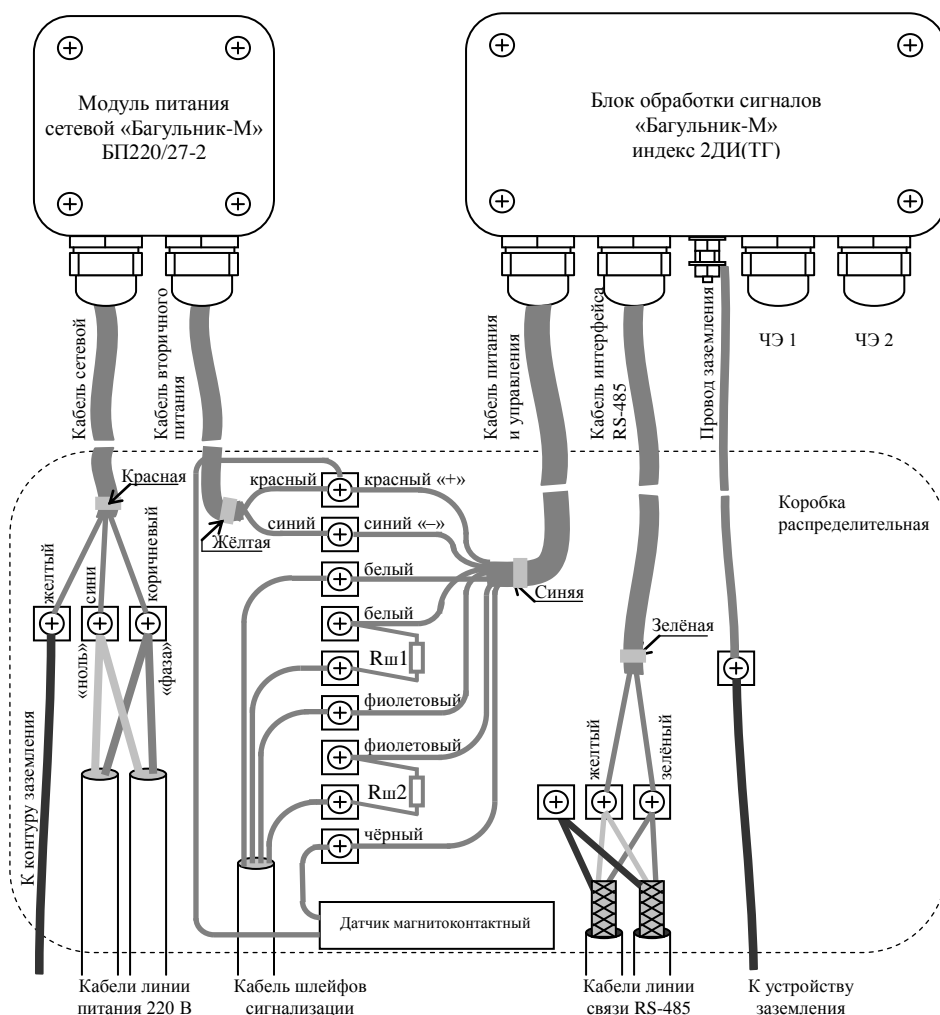

Рис. 8.9. Общий пример подключения изделия «Багульник-М»
8.7.2. Независимо от наличия модуля питания сетевого напряжение питания подаётся на БОС по кабелю питания и управления (маркировка – синяя). Присоедините соответствующие проводники этого кабеля к коммутационной колодке, в соответствии с их маркировкой, как показано на рис. 8.9.
8.7.3. Корпус модуля питания сетевого заземляется через клемму с обозначением «корпус», и подсоединённый к ней проводник кабеля сетевого. Корпус БОС заземляется через винт на боковой поверхности корпуса с помощью провода заземления, входящего в комплект. Подключение заземления выполняйте в соответствии с рис. 8.9.